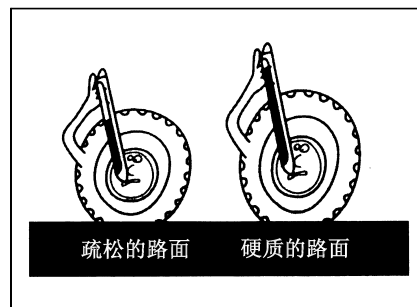

Рис.2-23
- При взрыве можно двигать запчасти, как шину, обод, приводной мост расстоянием от машины более 500м; взрывные и разбрызгивающие обломки могут приводить к серьезному повреждению и смерти личности, поэтому необходимо обеспечить нормальность давления в шине, запрещается газировать шину более номинального давления. (Рис.2-23)